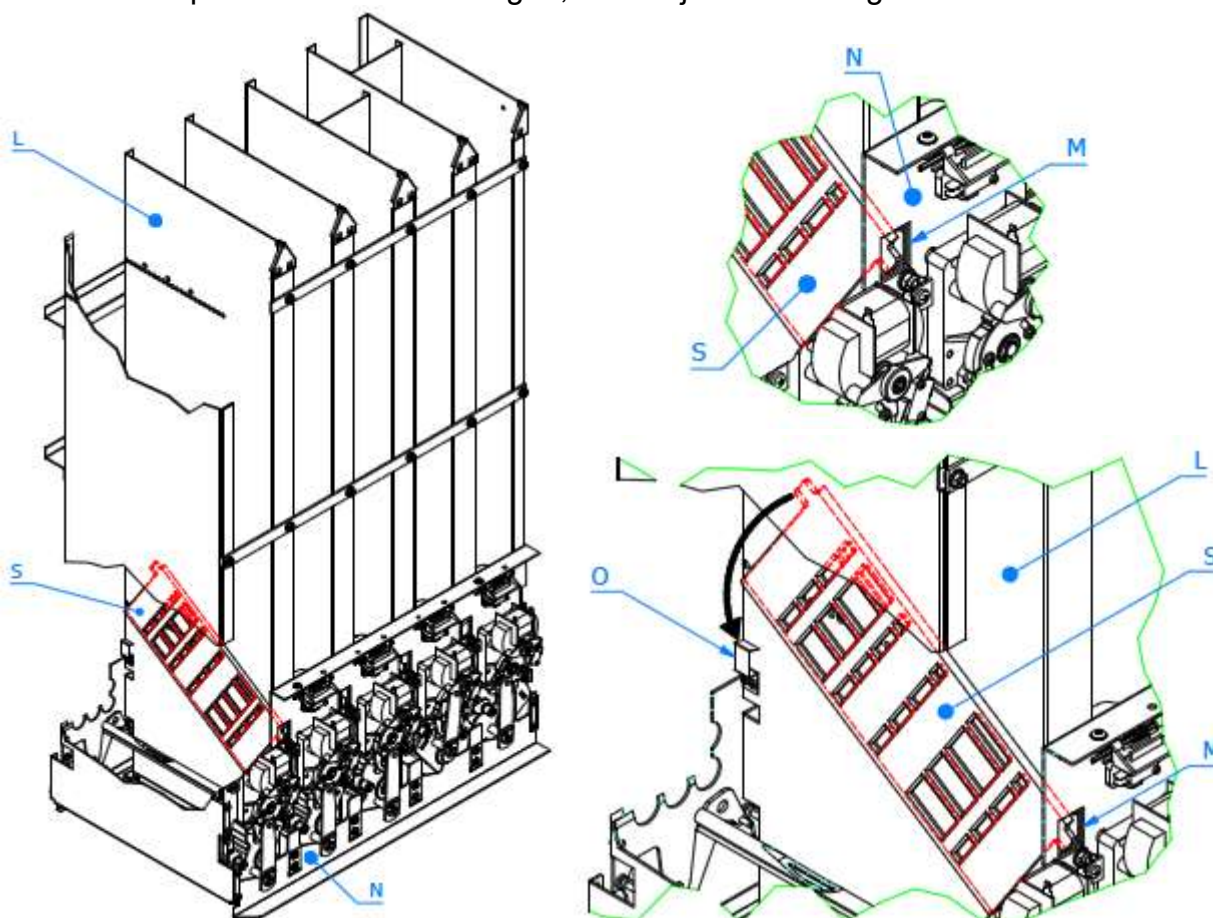

Fig 5.7 - Spacers Installation
Die erste Flasche oder Dosenreihe immer auf die oberliegende Schwinge legen. Legen Sie das erste Produkt so auf die Kippe (R), daß es gegen die Front der Mechanik drückt und, im Fall eines 2D-Schachts, das 2. Produkt gleich dahinter. Im Produktkorb (I) dürfen zu diesem Zeitpunkt keine Produkte liegen (Abb. 5.7)
Überprüfen Sie dann, daß zwischen der 2. und 3. Produktreihe ca. 3 mm Spiel ist. Diesen Abstand können Sie ändern, indem Sie seitlich Beilagen (S) (Abb. 5.7) dazugeben bzw. entfernen. Die Einstellung der Ausgabemechanik ist hiermit abgeschlossen.